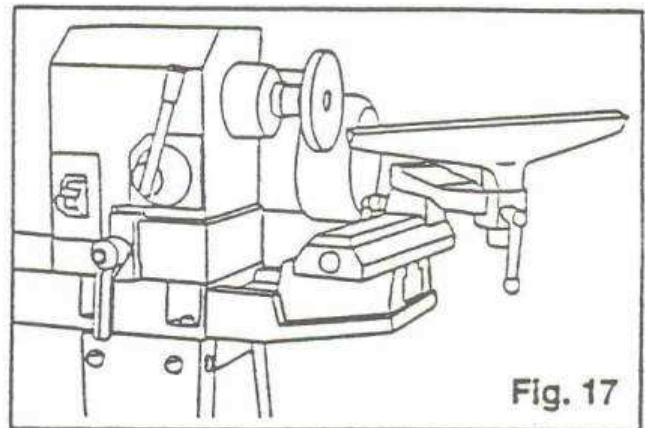

Fig. 17
5. Le porte-outil peut également être repositionné sur le banc à rallonge pour utilisation sur les tournages extérieurs. (Figure 17)